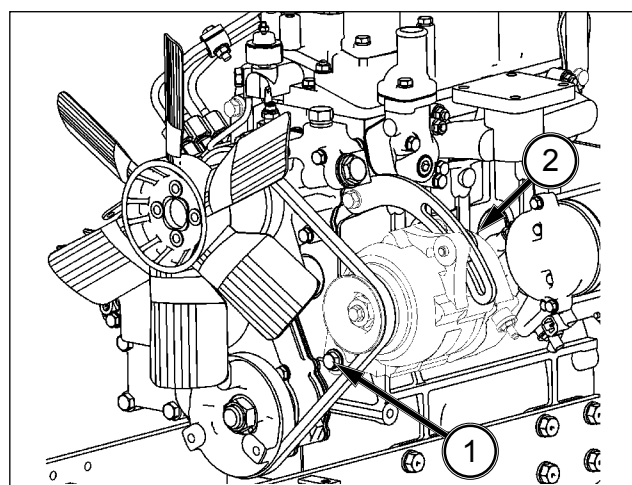

FIG. 103
FIG. 103 : Pour régler la tension de la courroie, desserrez le boulon-pivot de l'alternateur (1) et le boulon du support de tension (2). Tirez la partie supérieure de l'alternateur vers l'extérieur pour tendre correctement la courroie et serrez d'abord le boulon (2) puis le boulon-pivot (1).